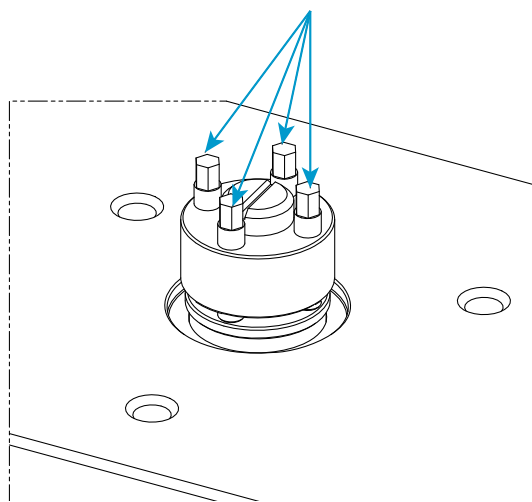

Figure 22. Ensemble tenseur mécanique
12. Utilisez la clé dynamométrique (80-9-11) avec le connecteur à six pans creux de 5 mm (67-4-29) correspondant fourni dans le kit du tendeur mécanique pour serrer les quatre vis de pression (illustrées en Figure 22 à la page 96) sur le tendeur mécanique jusqu'à 14 Nm (10,3 ft-lb) selon la procédure suivante :